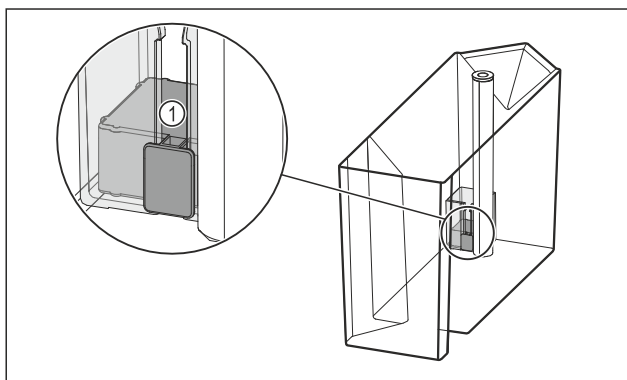

Fig. 100
- ▶ Skontrolujte, či je vzpričený plavák Fig. 100 (1).